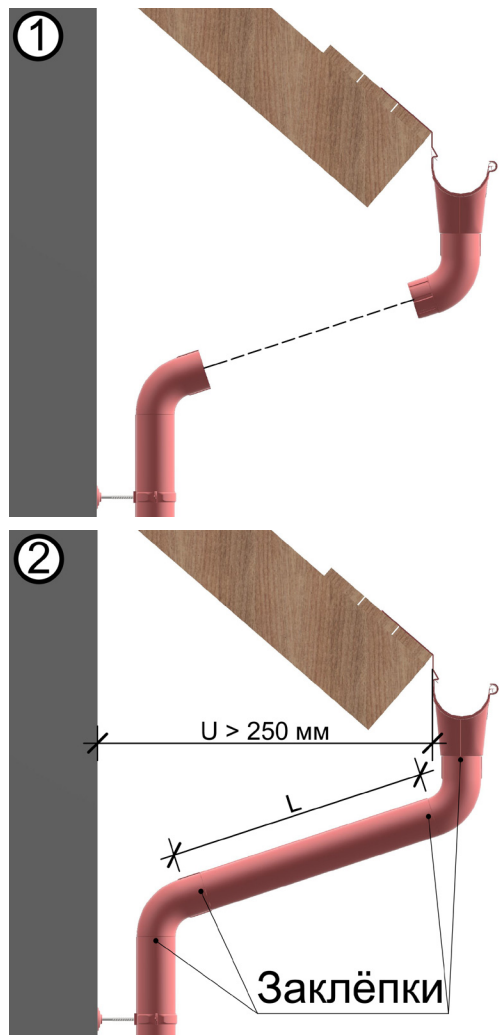

Рис. 17 Организация перехода от карнизной части здания к его фасаду
11.2.2 Установите ответное колено таким образом, чтобы отверстие в раструбе колена находящегося на фасаде лежало на одной линии с отверстием колена исходящего из воронки (рис. 17, ч. 1).
11.2.3 Если ширина карнизного свеса (U) более 250 мм, то между колен дополнительно следует установить водосточную трубу, длина (L) которой определяется на месте (рис. 17, ч. 2).